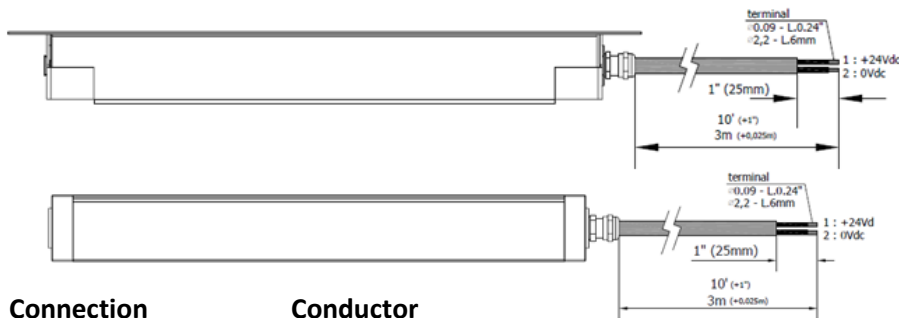

FIG.12
- Agganciare e bloccare le due staffe laterali alla lampada utilizzando le quattro viti M6 (fig.12).